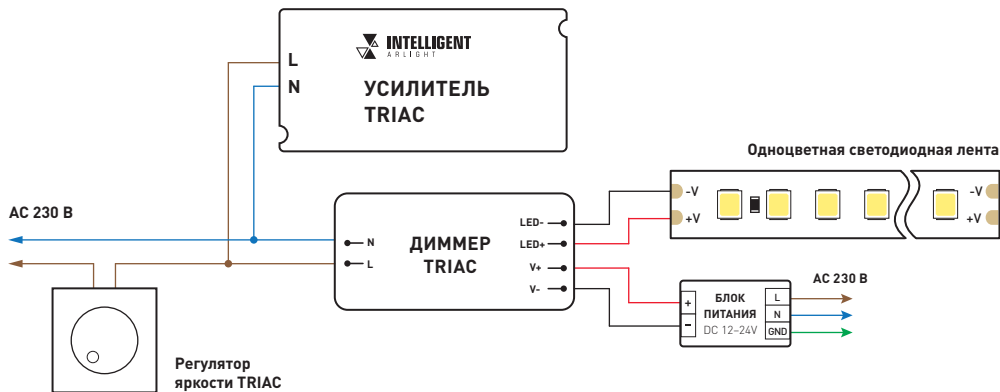

Рис. 2. Схема подключения усилителя компенсирующего
3.3. Подключите компенсирующий усилитель параллельно TRIAC-входу светодиодной нагрузки, как показано на рис. 2.